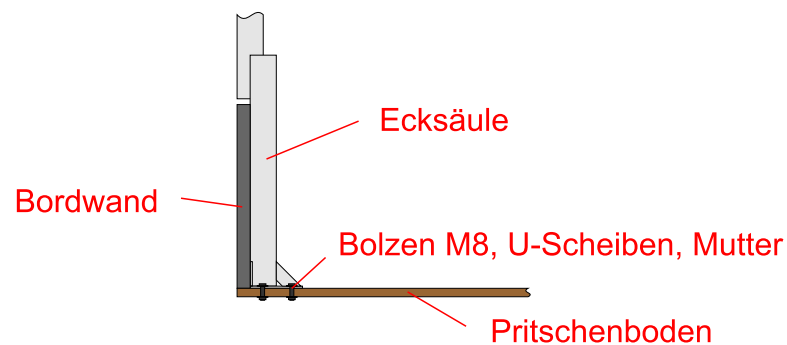

Bild 2
2. Bohrungen (d = 9 mm) am Pritschenboden vornehmen, Fußplatten der Ecksäulen mittels Bolzen M8, U-Scheiben und Muttern am Boden befestigen (Bild 2).